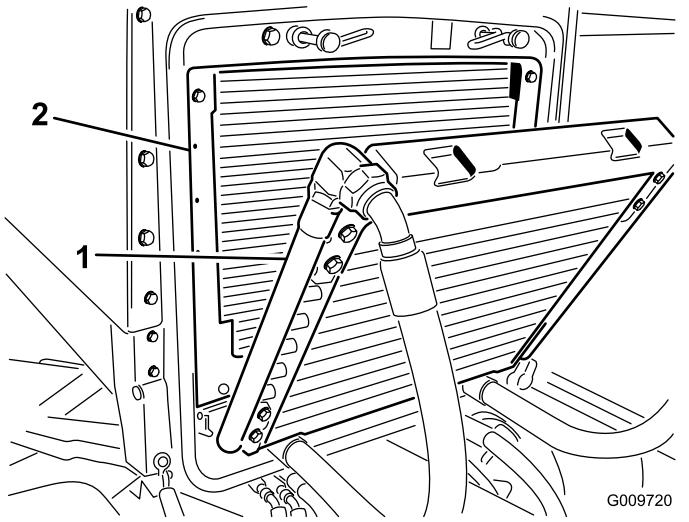

図 53
3. クーラを後ろに傾ける。オイルクーラとラジエターの裏表を図 53 壓縮空気で丁寧に清掃する。機体の前側からエアを吹きつけて後ろ側にゴミを吹き飛ばします。その後、今度は後ろ側から前側に向かって吹きつけて清掃します。この作業を数回繰り返してごみやほこりを十分に落としてください。